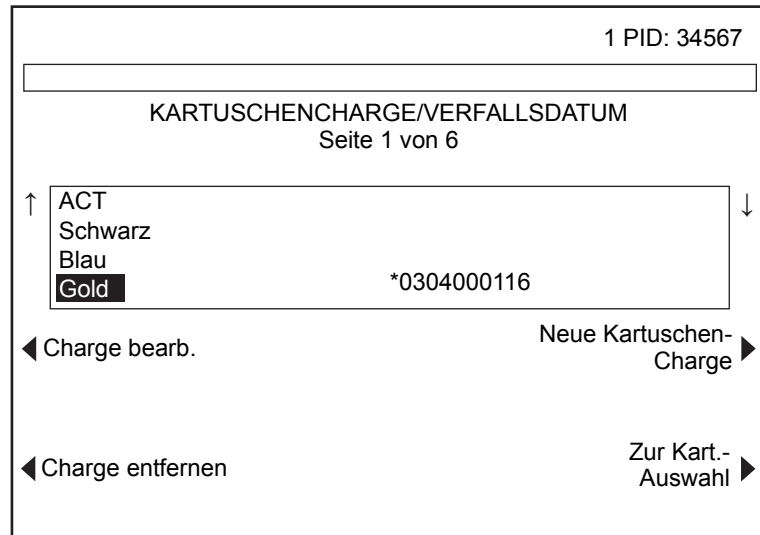

Abbildung 3-13. Bildschirm KARTUSCHENCHARGE/VERFALLSDATUM, nachdem „Kartusche bearbeiten“ gedrückt wurde
4. **Kartusche bearbeiten** – Wenn Sie diese Taste drücken, erscheint im Bildschirm eine Gruppe von Funktionstasten zum Bearbeiten, Hinzufügen oder Entfernen von Kartuschenchargen. Abbildung 3-13 zeigt das Aussehen dieses Bildschirms. Diese Tastenfunktionen werden im Folgenden erklärt.
Hinweis: Wird die Taste **Kartusche bearbeiten** gedrückt, erscheint der Bildschirm KARTUSCHENCHARGE/VERFALLSDATUM (siehe Abbildung 3-13).
5. **Charge bearb.** – Wenn Sie diese Taste drücken, erscheint eine Gruppe von Funktionstasten zum Bearbeiten der Chargennummer und/oder des Verfallsdatums der ausgewählten Kartusche. Abbildung 3-13 zeigt das Aussehen dieses Bildschirms. Diese Tastenfunktionen werden im Folgenden erklärt.
9. **Neue Kartuschen-Charge** – Diese Taste erscheint statt der Taste **Aktiv. umschalten**, wenn bereits eine Charge eingegeben wurde. Wenn Sie diese Taste betätigen, erscheint eine Gruppe von Funktionstasten zum Bearbeiten der Chargennummer und/oder des Verfallsdatums der ausgewählten Kartusche. Abbildung 3-13 zeigt das Aussehen dieses Bildschirms. Diese Tastenfunktionen werden im Folgenden erklärt.